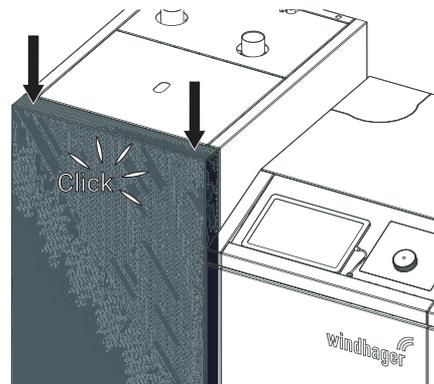
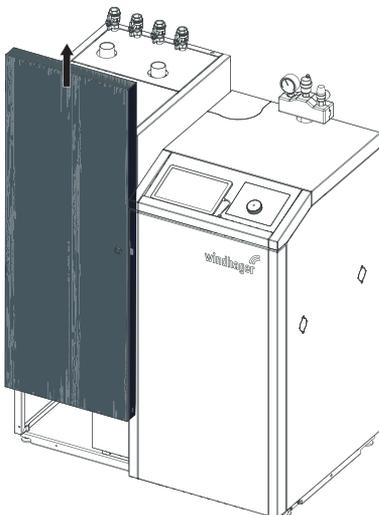

Fig. 29 Linke Verkleidungstür bis zum „Klicken“ nach unten drücken
Fig. 30 Türe fährt dann automatisch nach oben
- ▶ Linke Verkleidungstür mit beiden Händen oben seitlich bis zum „Klicken“ nach unten drücken (Fig. 29), Türe fährt dann automatisch nach oben – Fig. 30.